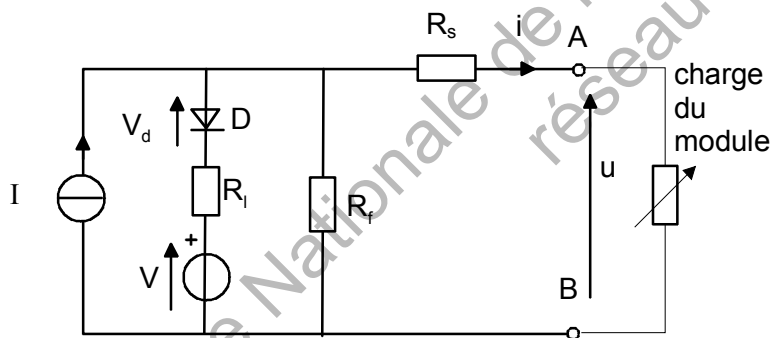

Figure 2
Un modèle équivalent simple pour ce panneau photovoltaïque, vu des points A et B, est proposé à la **figure 2**, où I est un courant d'intensité proportionnel à l'éclairement. En fonction de la charge du module, il apparaît une tension u entre les points A et B et il délivre alors un courant i .
1.1 - Sur votre copie, refaire le schéma de la **figure 2** en prenant en compte l'hypothèse précédente.